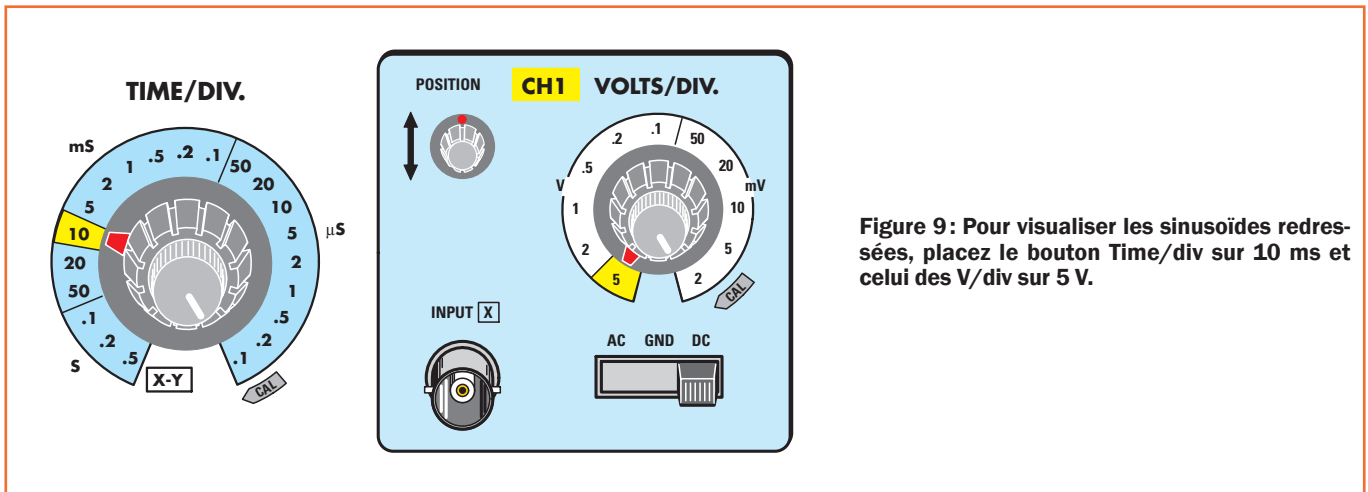

Figure 9: Pour visualiser les sinusoïdes redressées, placez le bouton Time/div sur 10 ms et celui des V/div sur 5 V.
Figure 11: Dans la Leçon précédente nous avons expliqué et montré qu'en correspondance du centre de l'écran se trouve une croix graduée divisée en cinq traits, ce qui permet d'évaluer les "décimales" d'une tension. Le Tableau donne les valeurs des tensions pour 1, 2, 3, 4 et 5 traits en fonction de la position du bouton des V/div (représenté figure 9).
- Mettez le sélecteur Time/div sur 10 ms (voir figure 9), de façon à visualiser cinq sinusoïdes entières (voir figure 12).
- Mettez le sélecteur V/div sur 5 V/div (voir figure 9). Il est conseillé d'utiliser cette valeur car avec une valeur inférieure à 2 V/div, le tracé sortirait des huit carreaux verticaux.